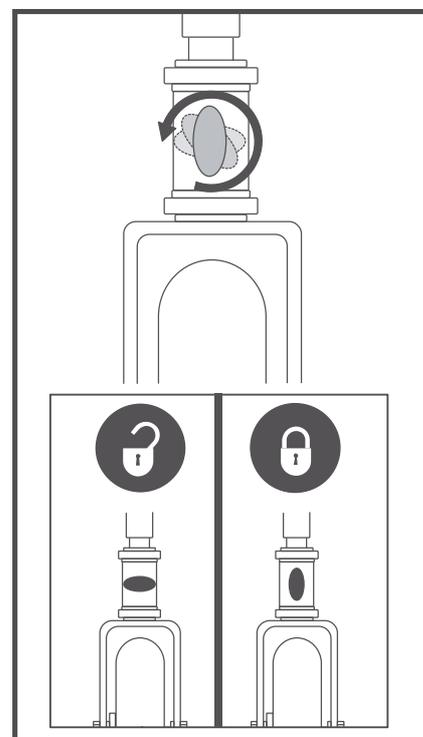

Figura 22. Manopola di blocco del manubrio (esclusivamente per il modello 104)
1. Estrarre la chiave dall'apposito interruttore. Per il modello 104, bloccare il manubrio in posizione diritta in avanti spingendo la manopola di blocco del manubrio e ruotandola in senso orario di 90°. Vedere figura 22. La ruota anteriore deve essere rivolta in avanti per bloccare il manubrio.